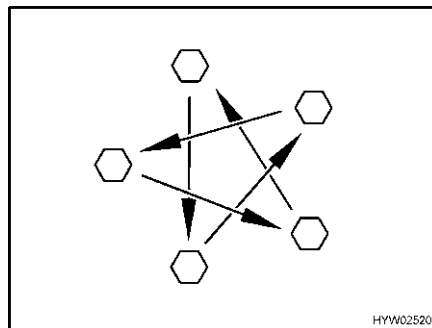

Fig. 105 Serrare a croce i dadi o i bulloni delle ruote
- Controllare regolarmente il serraggio dei dadi o dei bulloni. Regolare a croce (Fig. 105) il serraggio dei dadi o dei bulloni di una ruota sostituita dopo circa 50 km.